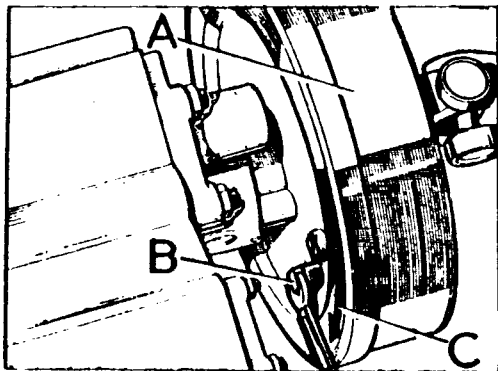

Fig. C-73 Bloqueo del freno a la transmisión
- 1.5. Ajustar el freno a la transmisión hasta que se quede bloqueado (Fig. C-73).